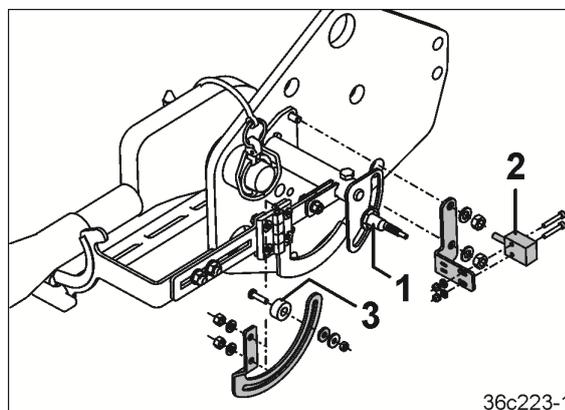

Fig. 52
- sensor de posición de trabajo trabajo digital (Fig. 52/1) para una combinación de máquinas con AMADRILL+
- sensor de posición de trabajo (Fig. 52/2) para supervisión de conductos de semillas con imán de regulación (Fig. 52/3).